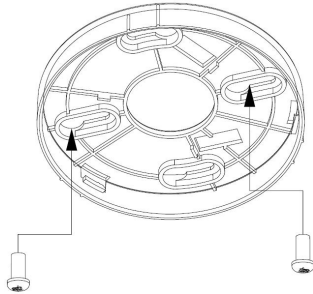

Fig. 5 – Bazės montavimas
6. Pritvirtinkite bazę prie lubų su pateiktais varžtais (Fig. 5).